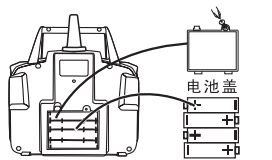

图1
1. 电池的安裝方法：先拧开电池盖螺丝，然后打开遥控器的电池盖，依照电池箱的电极指示正确地放入4节“AA”电池（电池需另购）并盖好电池盖拧紧螺丝（如图1）。